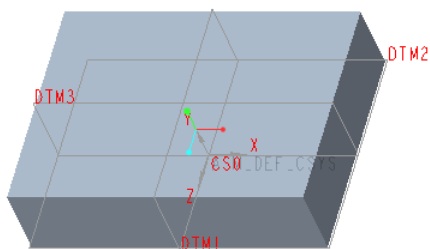

图 7-12 创建的拉伸实体
(4) 在“拉伸”选项卡中设置深度（拉伸厚度）值为“40”。
(5) 在“拉伸”选项卡中单击 （完成）按钮，创建的拉伸实体如图 7-12 所示。